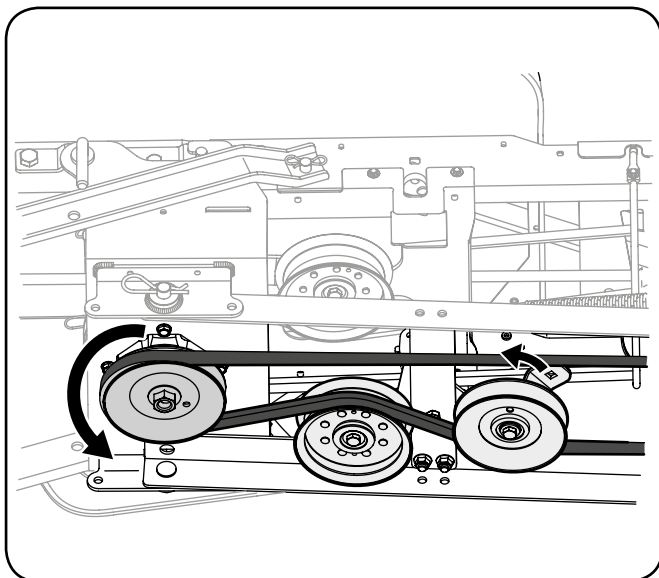

Рисунок 3-26
6. Пропустите ремень узла шнека вокруг шкива несущей платформы, как показано на рис. 3-26.